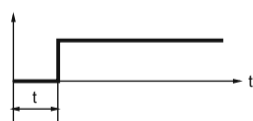

Рис.2
- обратный отсчет () - при включении устройства исполнительное реле включается по истечении установленного времени t, (рис.2).